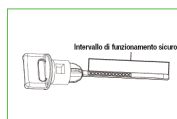

Fig.3
- Il livello dell'olio deve essere mantenuto entro l'area indicata sull'astina di livello, preferibilmente vicino al punto medio-alto dell'intervallo indicato. (Fig. 3)